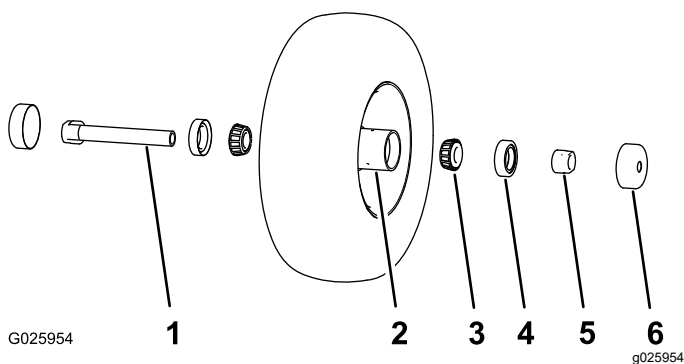

Figure 27
- Déposez les 2 protège-joints du moyeu de roue (Figure 27).
- Déposez 1 des écrous d'écartement de l'arbre de la roue pivotante (Figure 27).
Remarque: Notez que du frein-filet a été appliqué pour bloquer les écrous d'écartement sur l'arbre de roue (Figure 27).
- Déposez l'arbre de la roue (en laissant l'autre écrou d'écartement en place) (Figure 27).
- Faites levier pour extraire les deux joints de roulement (Figure 27).
- Déposez les deux roulements et vérifiez s'ils sont usés ou endommagés (Figure 27).
- Posez 1 roulement dans le moyeu de chaque roue (Figure 27).
- Posez le joint de roulement dans le moyeu sur le roulement (Figure 27).
- Vissez l'écrou de l'arbre, les méplats tournés vers l'extérieur, au bout de l'arbre qui est enduit de frein-filet (Figure 27).
- Insérez l'ensemble écrou et arbre de roue dans la roue, du côté roulement et joint neuf (Figure 27).
- Insérez l'autre roulement, assorti d'un joint neuf, dans la roue (Figure 27).
- Reposez les protège-joints sur le moyeu de roue (Figure 27).